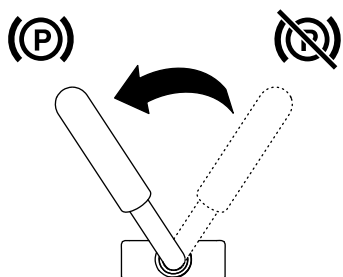

Figura 14
- Para engatar o travão de estacionamento, rode a alavanca para a esquerda (Figura 14).